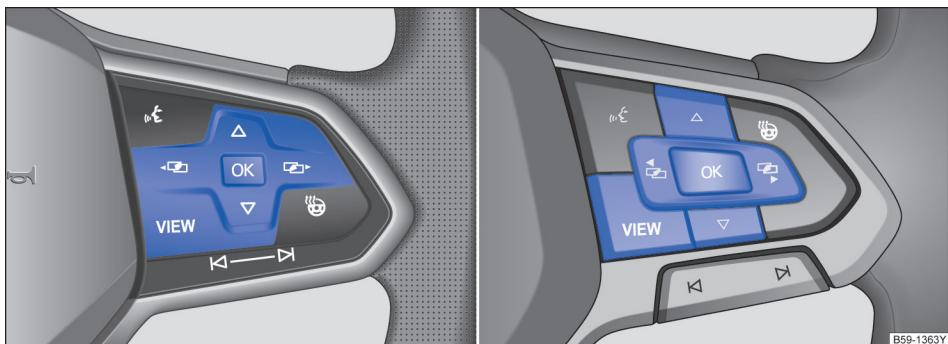

图 20 多功能方向盘右侧：用于操作信息显示器中菜单的按钮
- 若显示屏显示一条信息或车辆图形符号，按压多功能方向盘上的按钮 **OK** → 图 20，可能需按数次按钮。
- 用多功能方向盘操作：如需浏览选择菜单，按压按钮 **◀** 或 **▶** → 图 20
- 如需打开选择菜单里的菜单显示项或信息显示项，按压多功能方向盘上的 **OK** 按钮 → 图 20，或等待数秒钟，直至系统自动打开菜单或显示信息。
- 按压多功能方向盘上的 **OK** 按钮 → 图 20，进行所需更改。“✓”表示所选的某个特定系统或功能处于激活状态。
- **用多功能方向盘返回：**按压 **◀** 或 **▶** → 图 20 即可返回选择菜单。